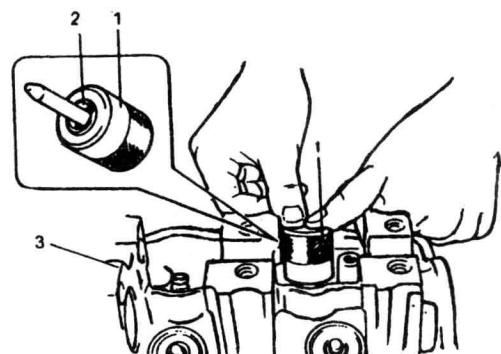

图 2-4 装气门杆油封
(1) 在压装好气门导管的气缸盖上装上气门弹簧座。
(2) 使用新的气门杆油封总成，并涂抹 QE 级 20W/40 机油；同时气门杆油封安装器轴上也涂上 QE 级 20W/40 机油。将气门杆油封套在安装器轴上，用安装器将油封装入气缸盖的座孔内，如图 2-4。
(3) 用 QE 级 20W/40 机油涂抹气门杆和气门导管壁，按配对研磨的进、排气门分别装入气门导管中。
(4) 将气门弹簧的大节距端向上，小节距向下放置到气缸盖的气门弹簧座上。
(5) 使用气门提升器及提升器附件压缩气门缸盖